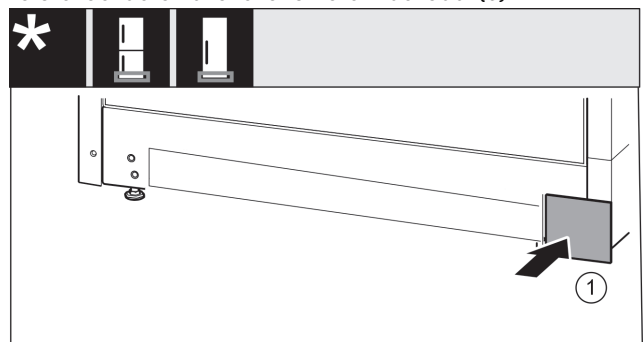

Fig. 37
- ▶ Kryt opäť nasadíte na druhú stranu. Fig. 37 (1)